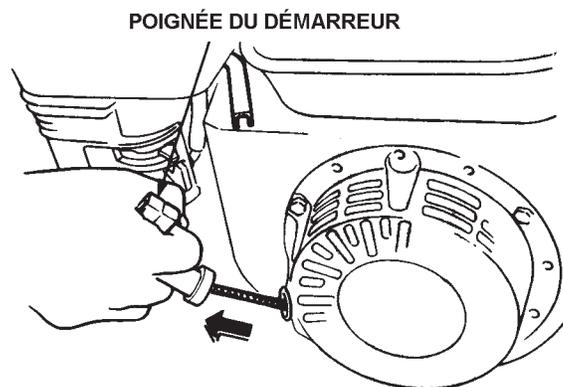

Figure 26. Poignée du démarreur
- Saisissez le manchon de démarrage (Figure 26) et tirez-le lentement vers l'extérieur. La résistance devient la plus dure à une certaine position, correspondant au point de compression. Tirez la poignée du démarreur vivement et sans à-coups pour démarrer.